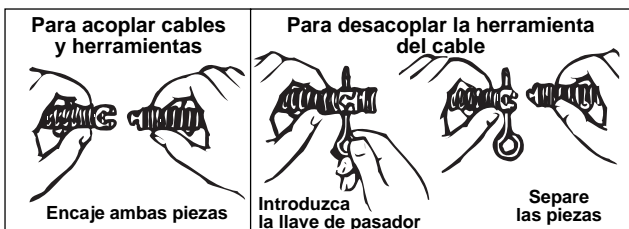

Figura 6 – Modo de acoplar y desacoplar herramientas
7. Seleccione e instale la herramienta deseada en la punta del cable. El conector de ranura en T permite encajar la herramienta con un clic al acoplador del cable (Figura 6). Para desmontar la herramienta, emplee la llave de pasador para oprimir el pulsador y luego desacople las partes.